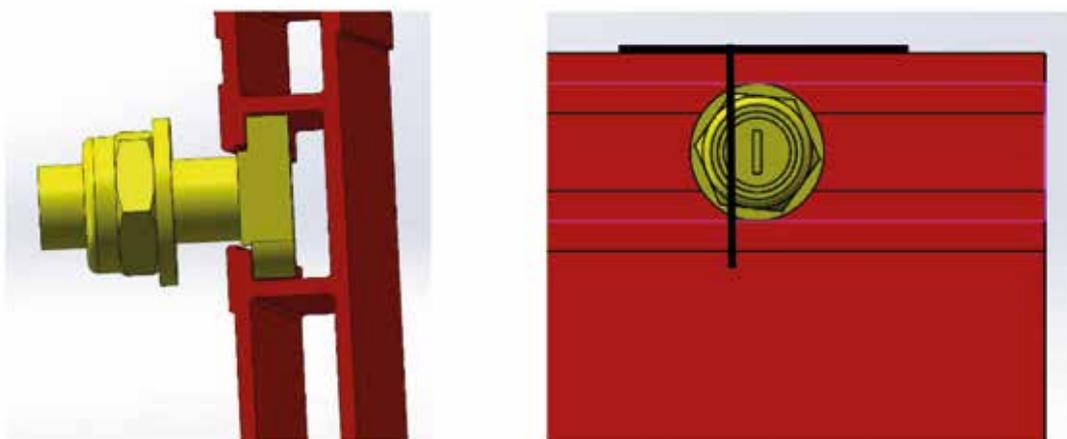

Bild 3 – Montage Hammerkopfschrauben
- Alle verbauten Hammerkopfschrauben müssen senkrecht zur Holmoberkante mit SW13 und 25 Nm angezogen werden (s. Bild 3).